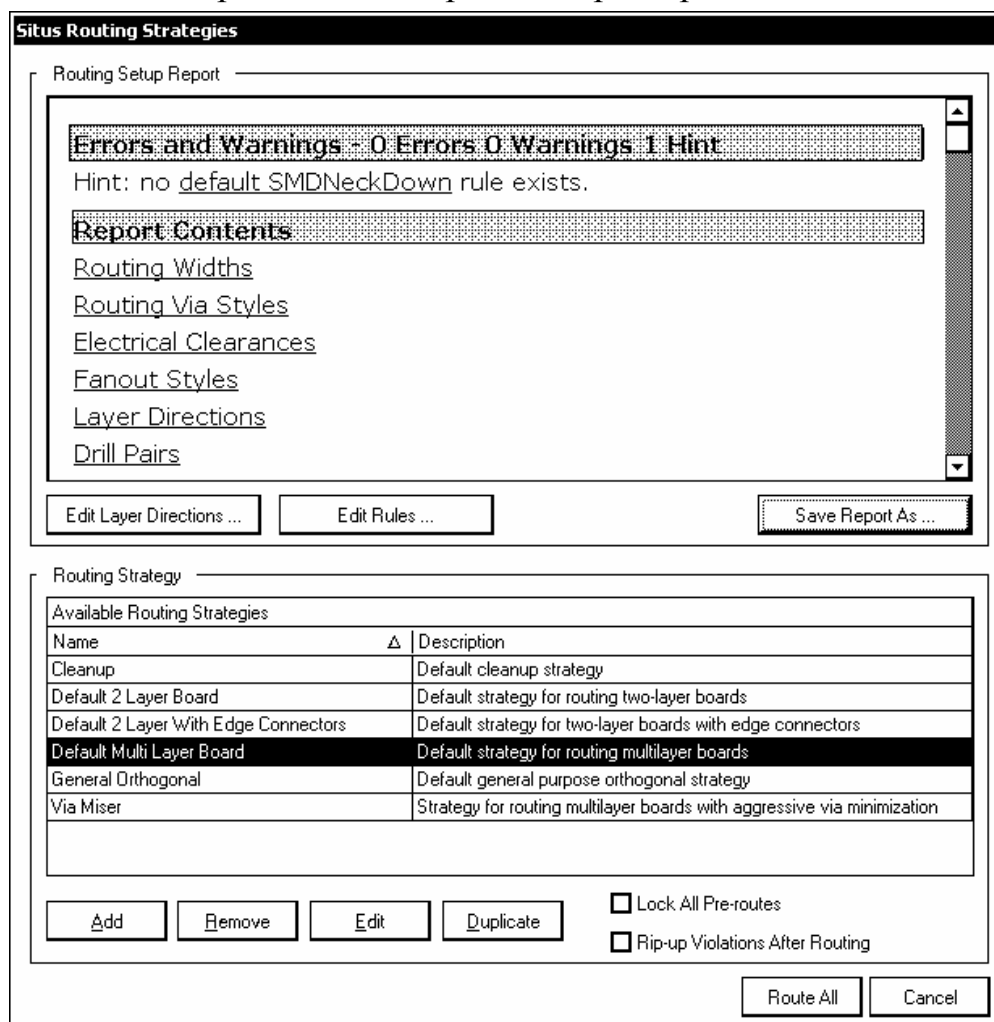
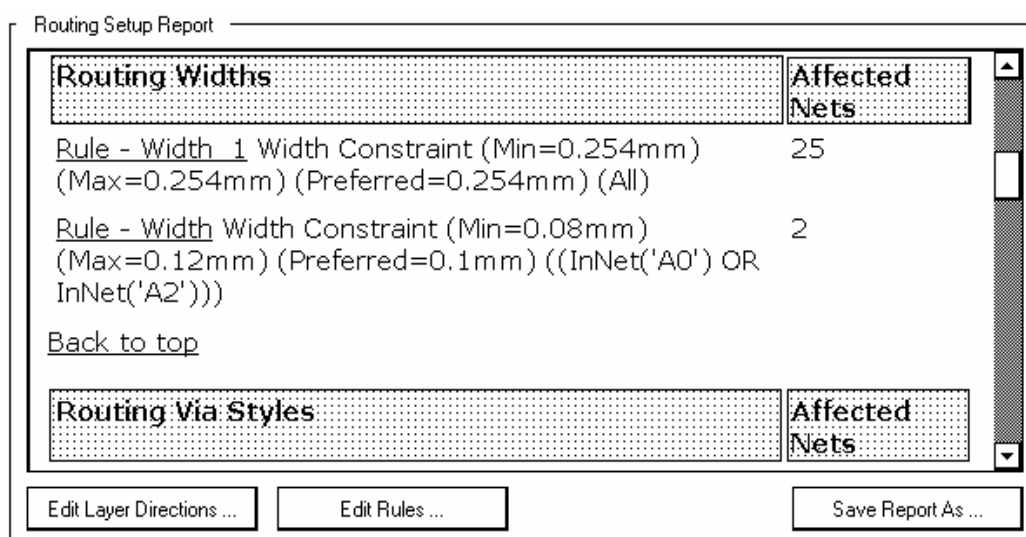

Рис. 7.22
Рис. 7.24
настройки стратегии трассировки. Автотрассировщик Situs анализирует назначенные правила и выстраивает их в стратегию. В поле Routing Strategies диалогового окна Situs Routing Strategies (рис. 7.22) приводится список доступных в текущий момент стратегий и их краткая характеристика.
В окне настроек автотрассировщика Situs Routing Strategies (см. рис. 7.22) размещено поле отчета о настройке правил Routing Setup Report, касающихся трассировки печати – ширина проводников, зазоры между элементами печатного рисунка, топология проводников, стиль разводки веером и др. Прокручивая этот список, можно получить в поле Routing Setup Report подробные сведения по каждому правилу (рис. 7.24).
При указании курсором на имя правила со щелчком левой клавиши мыши активизируется процедура редактирования выбранного правила (на рис. 7.24 – ширина печатных проводников). Открывается диалоговое окно, аналогичное правому полю окон на рис. 6.4 или 7.19. По контексту в этом окне представлены функции настройки выбранного правила, включая генератор запросов на установку приоритетов.
- All – трассировка всей платы: выполняется после настройки стратегии по щелчку на кнопке Route All в диалоговом окне на рис. 7.22;
Все предварительно разведенные вручную цепи – дифференциальные пары, веерная разводка планарных (SMD) компонентов, другие критические цепи, могут быть защищены от автотрассировки. Для этого следует активизировать в диалоговом окне (рис. 7.22) опцию Lock All Pre-routes.
После выполнения всех необходимых настроек автотрассировке дается старт кнопкой Route All в окне рис. 7.22. Трассировка сложной платы с сотнями компонентов и плотной компоновкой может длиться до нескольких часов. По ходу выполнения трассировки в плавающую панель Messages выводятся сообщения о завершении проходов трассировки и затраченном на это времени. Трассировка может быть приостановлена командой Auto Route>>Stop и возобновлена повторением команды Auto Route>>All.